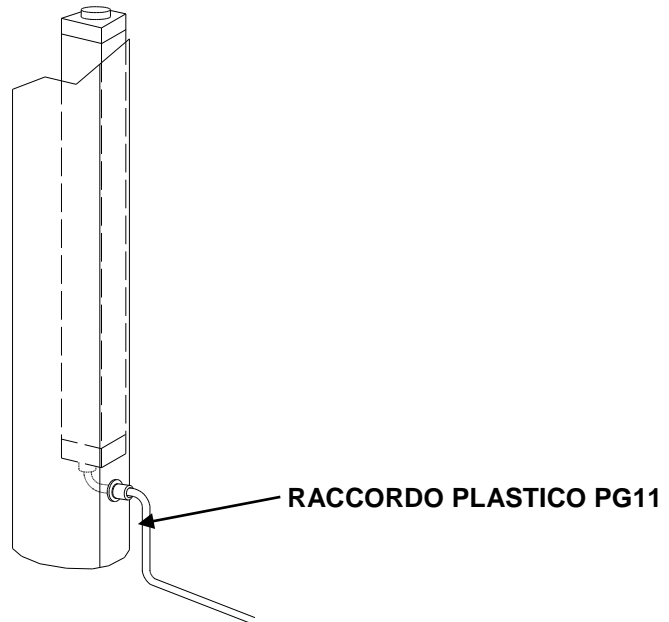

Figura 5
RACCORDO PASSACAPO (COLONNE FMC-BR) (figura 5)
- Al termine del montaggio, far passare il cavo della barriera (che termina con il connettore femmina volante) attraverso il raccordo plastico PG11 predisposto nella colonna (figura 5).